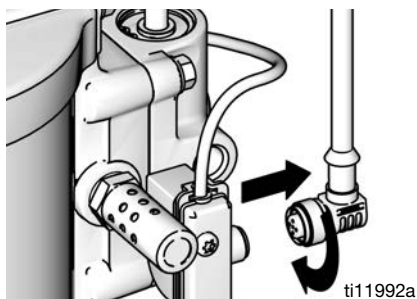

FIG. 9. Desligar o DataTrak
1. Retire o cabo da parte posterior da montagem do interruptor de lâminas. Consulte a FIG. 9.